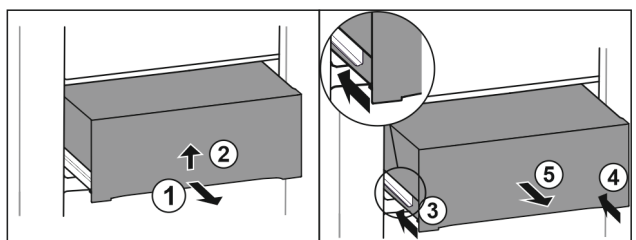

Fig. 36
- ▶ Zásuvku napůl vytáhněte. Fig. 36 (1)
- ▶ Zvedněte zásuvku na spodní straně. Fig. 36 (2)
- ▶ Zasuňte levou kolejničku. Fig. 36 (3)
- ▶ Zasuňte pravou kolejničku. Fig. 36 (4)
- ▶ Vyjměte zásuvku dopředu. Fig. 36 (5)